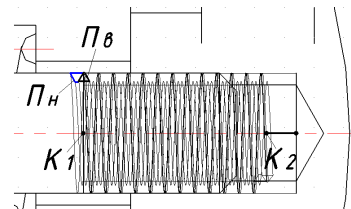

Рис. 40
- ◆ Выполните сдвиг профилей вдоль спирали – моделируются впадины наружной и внутренней резьбы (рис. 40).